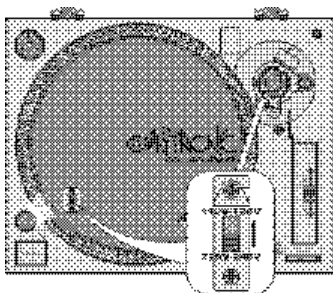

Abb. 7: Spannungswahl
3. Stecken Sie den Netzstecker in eine Steckdose (230 V AC, 50 Hz ~). Das Gerät lässt sich auch mit 115 V AC, 60 Hz ~ betreiben. Dazu den Spannungswahlumschalter unter dem Plattenteller auf die obere Position 110-120 V stellen (Abb. 7).